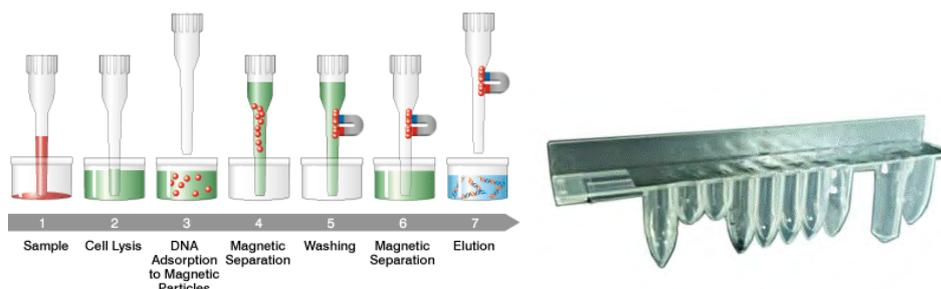

Figure 1.4 : Principe d'extraction des acides nucléiques et cassette d'extraction ELITE InGenius SP 1000
- Le jeu de réactifs a été optimisé pour l'isolement des acides nucléiques à partir d'échantillons ayant un volume jusqu'à 1 ml. (Figure 1.4 : Cassette d'extraction ELITE InGenius – SP1000 et principe d'extraction).